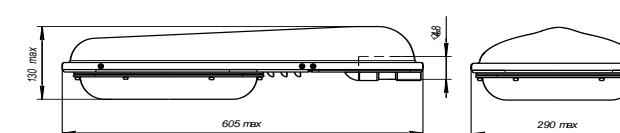

Рис.1
1.1. Светильник серии GALAD ПОБЕДА LED (рис.1) со светодиодными источниками света устанавливают на опорах с Г-образным кронштейном диаметром 48 мм под углом 15...20 град. к горизонту и предназначены для освещения улиц, дорог со средней и низкой интенсивностью движения транспорта, автостоянок, железнодорожных платформ, дворовых территорий и т.п.